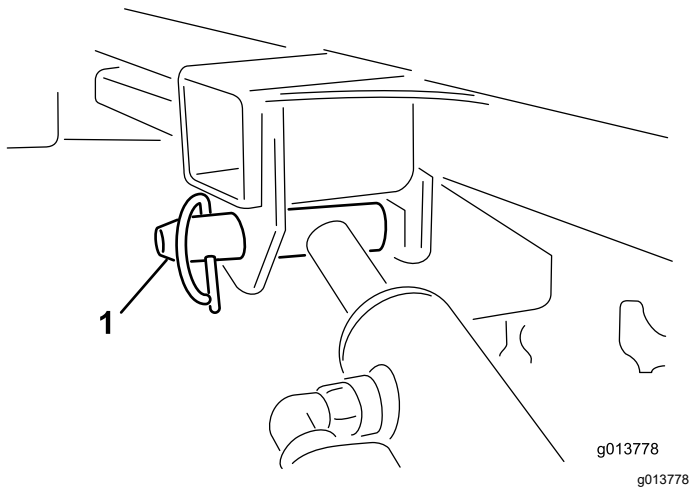

Figura 54
11. Con una mano, sujete el cilindro de elevación. Con la otra mano, retire el pasador de bloqueo del cilindro de elevación (Figura 54).